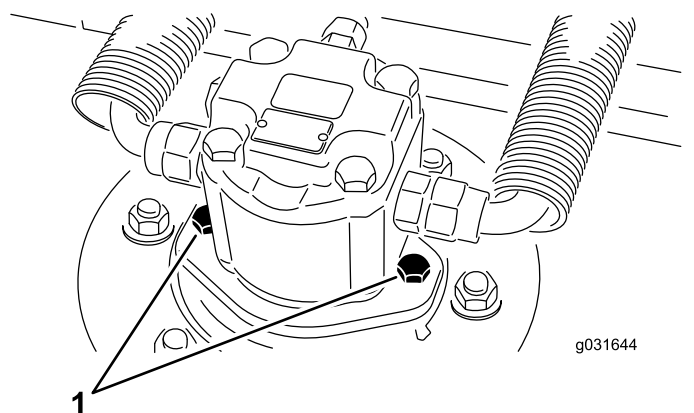

Figura 69
2. Rimuovete le viti di montaggio del motore idraulico e scollegate e staccate il motore idraulico dall'apparato di taglio (Figura 69).
4. Utilizzando le viti di montaggio del motore idraulico, montate il motore idraulico sull'apparato di taglio (Figura 69).